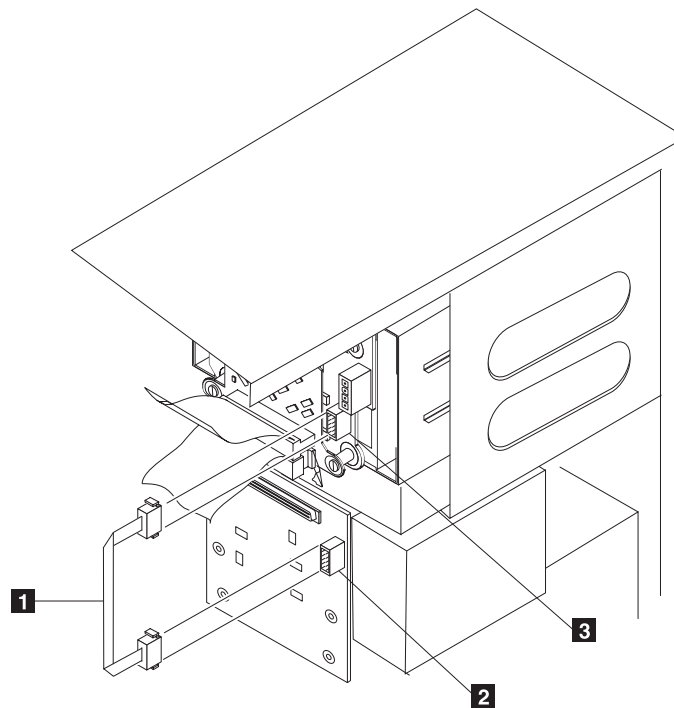

図 78. グレーの I²C ケーブルの接続
- a) 片方の I²C ケーブル・コネクタを SCSI バックプレーンに接続します (SCSI バックプレーン上のコネクタの位置については、163 ページの図 78 を参照してください)。
- b) もう一方の I²C ケーブル・コネクタを、新しい 3-Pack Expansion SCSI バックプレーンに接続します (3-Pack Expansion バックプレーン上のコネクタの位置については、図 78 を参照)。